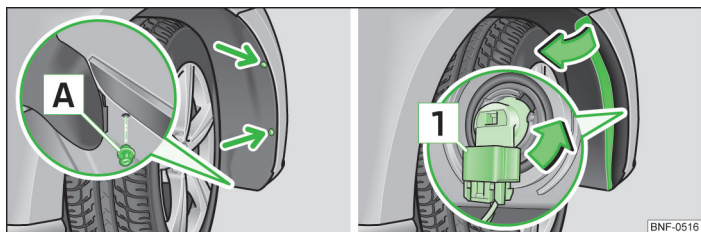

Fig. 129 Pasajul roții față: Înlocuirea becului farului de ceață
- Deșurubați ambele șuruburi de fixare ale capitonajului pasajului de roată, cu ajutorul șurubelniței » pagina 141, *Trusa de scule* (săgeți) » fig. 129.
- Deșurubați nitul expandabil [\[A\]](#) » fig. 129 de pe partea inferioară a capitonajului pasajului roții, cu un obiect plat, bont, de ex. cu o monedă, și extrageți nitul.